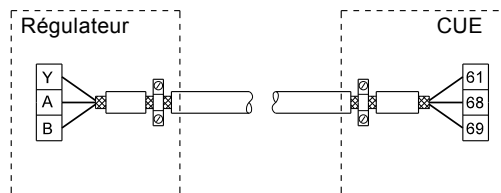
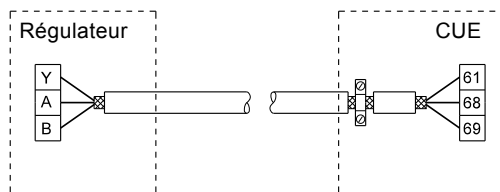

Fig. 39 Exemple de branchement d'un câble bus à 3 conducteurs, avec blindage connecté aux deux extrémités
Fig. 40 Exemple de branchement d'un câble bus à 3 conducteurs, avec blindage connecté au CUE (régulateur sans presse-étoupes)
- Raccorder le blindage au cadre aux deux extrémités câbles de signal et câbles du moteur. Voir fig. 39. Si le régulateur n'a pas de presse-étoupes, raccorder seulement le blindage au CUE. Voir fig. 40.